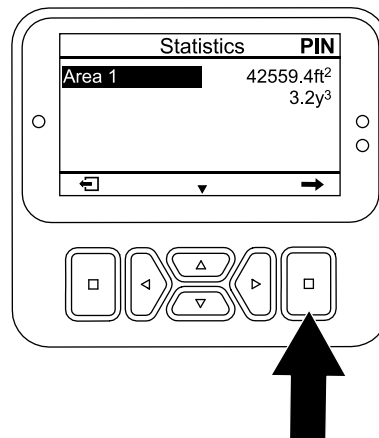

图 98
1. 在 STATISTICS 统计屏幕上按向下按钮直至 AREA 1 区域 1 选项被选定图 98。